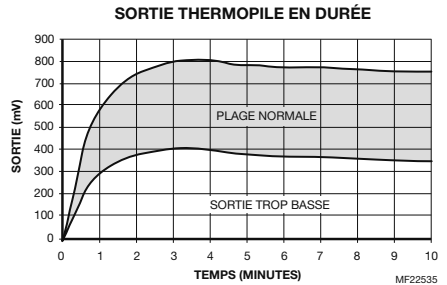

Fig. 7. Sortie de thermopile.
5. La sortie doit être d'au moins 350 mV. (Voir la Fig. 7.) Brancher la résistance de 3,6 ohms entre les deux fils de la thermopile. La tension doit être égale ou supérieure à la moitié de la tension en circuit ouvert.